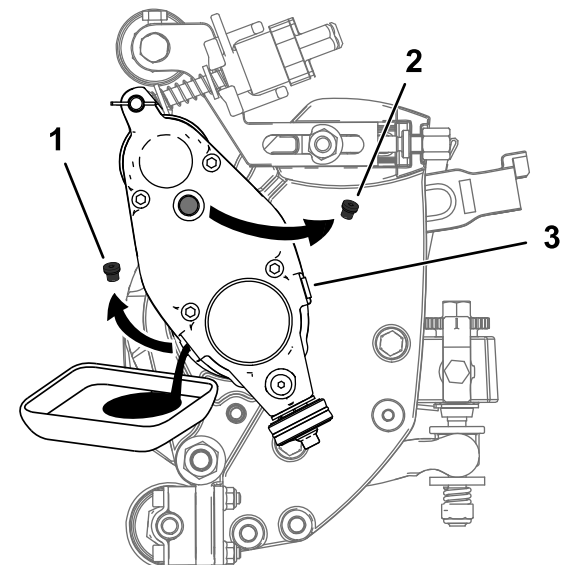

Figura 28
5. Incline la unidad de corte verticalmente, hasta que el orificio de vaciado se encuentre en la parte inferior para garantizar el vaciado completo (Figura 28).